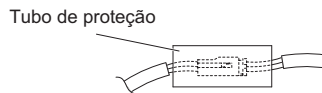

**Figura 7.22** Fiação da ventoinha de refrigeração para os modelos 2A0181, 2A0225, 4A0140 e 4A0188
2. Posicione o conector do ventilador coberto pelo tubo conforme mostrado na **Figura 7.22**.